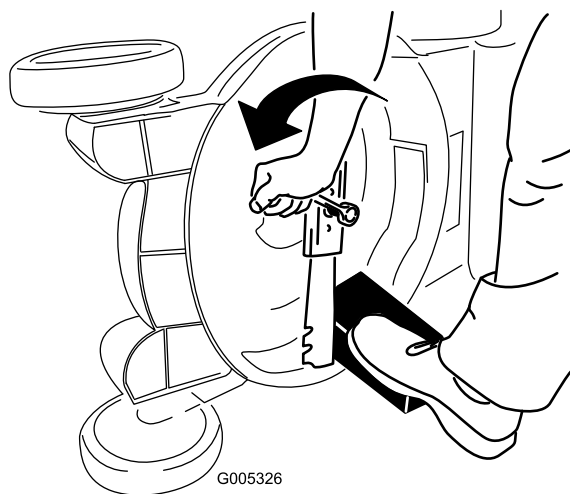

Figura 40
3. Usate un blocco di legno per tenere ferma la lama (Figura 40).
4. Togliete la lama e conservate la bulloneria di montaggio (Figura 40).